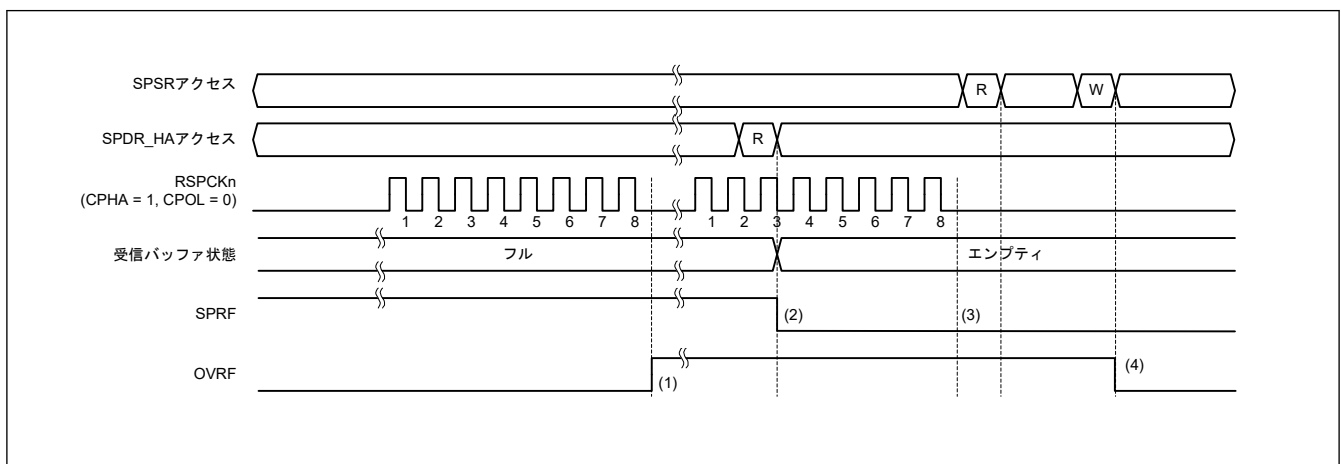

図 32.37 OVRF フラグおよび SPRF フラグの動作例
図 32.37 に、SPSR.OVRF フラグと SPRF フラグの動作例を示します。図 32.37 に記載した SPSR アクセスと SPDR\_HA アクセスは、それぞれ SPSR、SPDR\_HA レジスタへのアクセス状況を示しています。W は書き込みサイクル、R は読み出しサイクルを示しています。この例では、SPCMDm.CPHA ビットが 1、SPCMDm.CPOL ビットが 0 の設定で、SPI が 8 ビットのシリアル転送を実行しています。RSPCKn 波形の下に記載した数字は、RSPCK サイクル数 (= 転送ビット数) を示しています。
以下に、図 32.37 の (1)～(4) に示したタイミングでのフラグの動作内容を説明します。